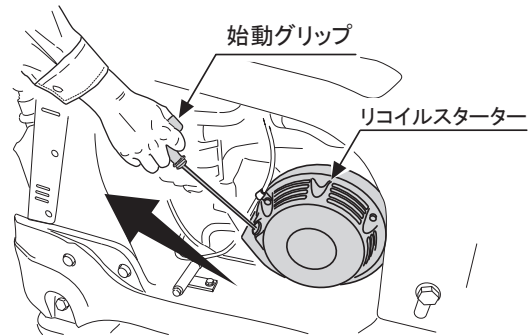

図 7
5. リコイルスターターの始動グリップを握り、最初に軽く負荷がかかる位置まで引きます。そこから勢い良く引張ってください。この時、ロープを引張り過ぎるとロープが切れたり抜けてしまう恐れがありますので御注意ください。またエンジン始動後も始動グリップは引いた状態で離さないで、持ったままでゆっくりと戻してください。(図7)